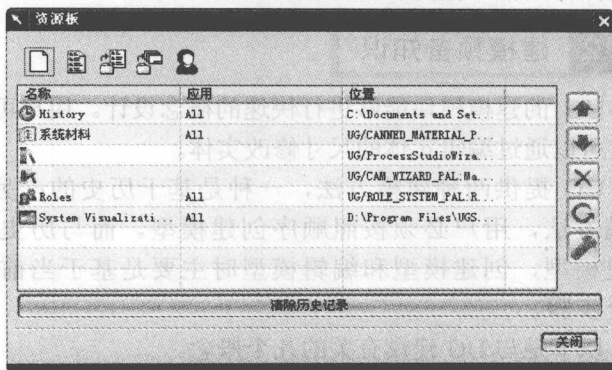

图 1-3 “资源板”对话框
(2) 资源板：单击该命令，弹出如图 1-3 所示的对话框。该对话框用于设置 UG 中所使用的各种资源存放的文件夹。